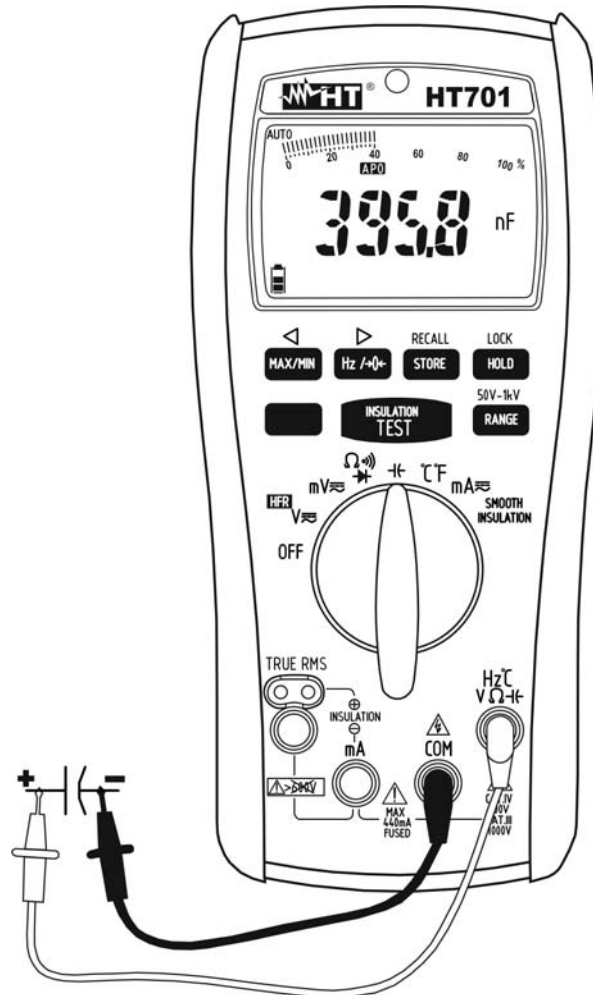

Fig. 8: Uso dello strumento per misura di Capacità
4. Inserire il cavo rosso nel terminale di ingresso **H_z°CVΩ-⎓** ed il cavo nero nel terminale di ingresso **COM** (vedere Fig. 8)